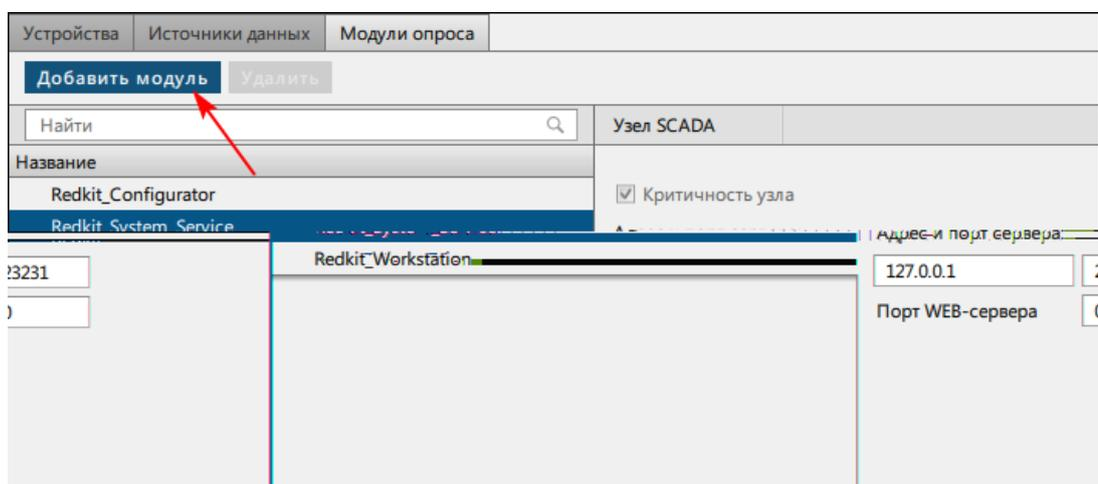

Рисунок 239 - Добавить модуль
11. На вкладке **Модули опроса** у сервисного узла(ов) (*Redkit\_System\_Service* или *Redkit\_Master* и *Redkit Slave*, в зависимости от типа конфигурации) нажмите **Добавить модуль** (Рисунок 239).